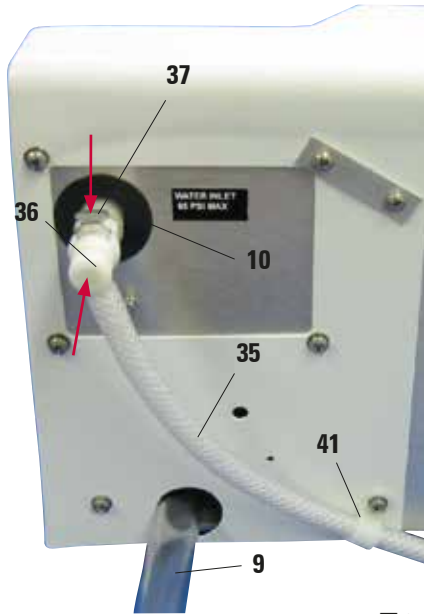

図 21
- 排水ホース (9) を伸ばし、適当な受け容器または排水口に挿入します。ホースが折れ曲がっておらず、水が滑らかに流下することを確認してください。
- 次に洗浄水ホース (35) をステイナーに接続します。
- 接続するにはコネクター (36) を装置のオリフィス (10) に挿入し、クリック音がして止まるまで押し込みます。ホースを外すときは、プレート (37) を押してコネクターを抜きます。
- クランプ (37) を用いてホースを装置の所定の位置 (図 21) に固定します。